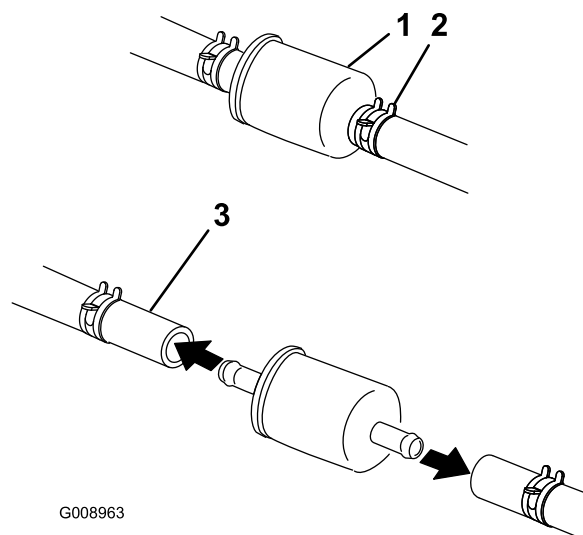

Bild 45
5. Schließen Sie den Kraftstoffhahn hinter dem Sitz (Bild 45).
6. Drücken Sie die Enden der Schlauchklemmen zusammen und schieben Sie sie vom Filter weg (Bild 45).
8. Setzen Sie einen neuen Filter ein und schieben Sie die Schlauchklemmen an den Filter heran (Bild 45).